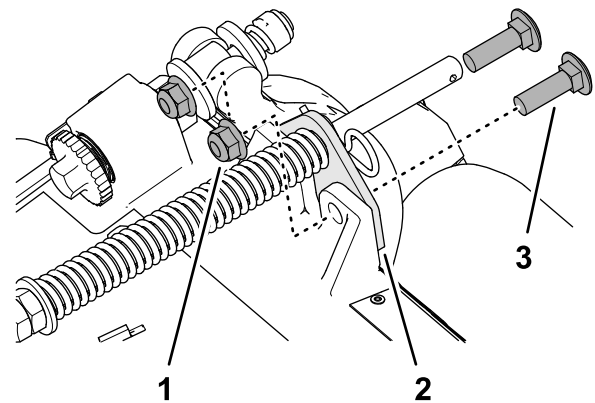

Figura 18
- Retire las 2 contratuercas con arandela prensada ($\frac{3}{8}$ ") y los 2 pernos de cuello cuadrado ($\frac{3}{8}$ " x $1\frac{1}{4}$ ") que sujetan el soporte del muelle de compensación al bastidor de la unidad de corte (Figura 18).